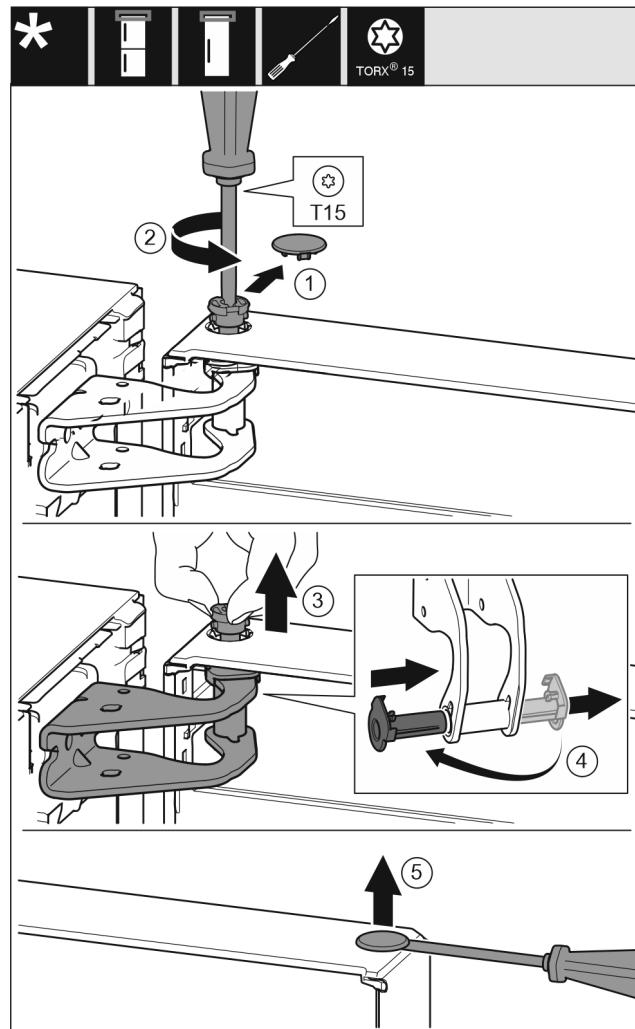

Fig. 9
▶ 小心拆下安全盖。Fig. 9 (1)
▶ 用 T15 螺丝刀拧下一枚螺栓。Fig. 9 (2)
▶ 抓紧门并用手指拔出螺栓。Fig. 9 (3)
▶ 将轴衬从导向装置拉出。从另一边装入并卡到位。Fig. 9 (4)
▶ 用带槽螺丝刀小心地从门轴衬上提起堵头并将其拉出。Fig. 9 (5)